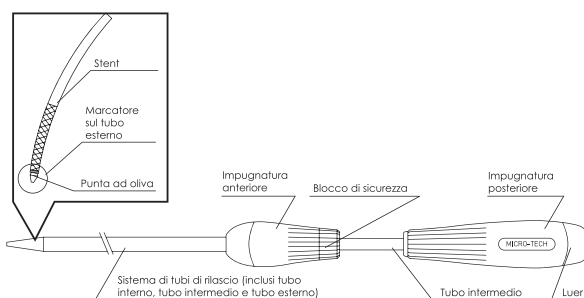

Fig. 1a Sistema di rilascio dello stent intestinale OTW
- Il sistema di rilascio dello stent intestinale è costituito da due componenti: lo stent metallico impiantabile e il sistema di rilascio (fare riferimento alle Fig. 1a, 1b e 1c). Lo stent è composto da un filamento in Nitinol intrecciato di forma tubolare. Questa forma può rendere lo stent più flessibile, conforme e autoespandente. Il sistema di rilascio è composto da tre tubi coassiali. Il tubo più esterno serve a contenere lo stent prima del rilascio durante il posizionamento dello stesso. Le fasce di marcatore radiopaco situate sui tubi interni ed esterni aiutano la visione fluoroscopica durante il posizionamento. Il tubo interno contiene un lume centrale che accetta fili guida da 0,035"/0,089 mm.